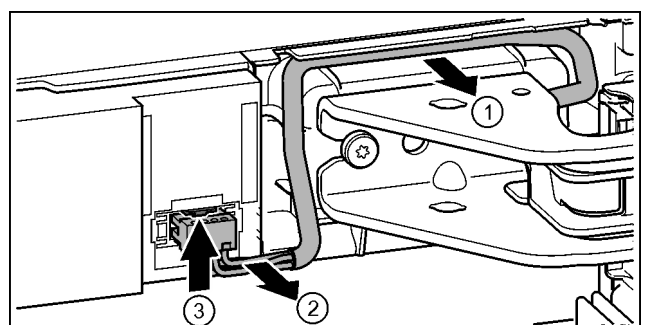

Fig. 18
- Kabel über Lagerbock vorsichtig aus der Führung lösen. *Fig. 18 (1)*
- Kabellitzen vorsichtig aus Kanal ziehen. *Fig. 18 (2)*
- Lasche nach oben drücken und Stecker vorsichtig herausziehen. *Fig. 18 (3)*